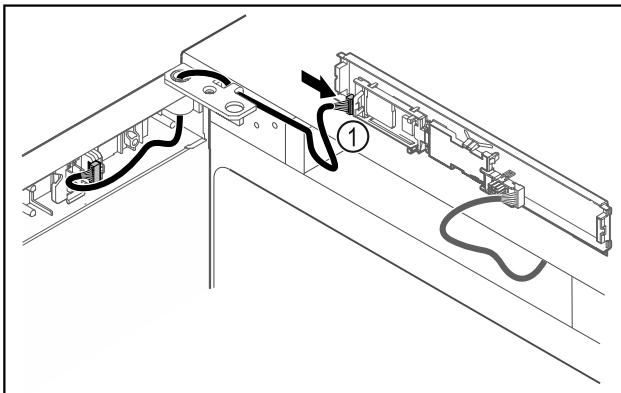

Fig. 43
- Nataknite utikač Fig. 43 (1) na tiskanu pločicu.